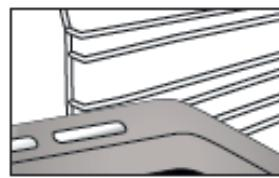

Fig.2
2. Annet tilbehør, som langpannen og stekebrettet, settes inn på samme måte som risten (Fig. 2).